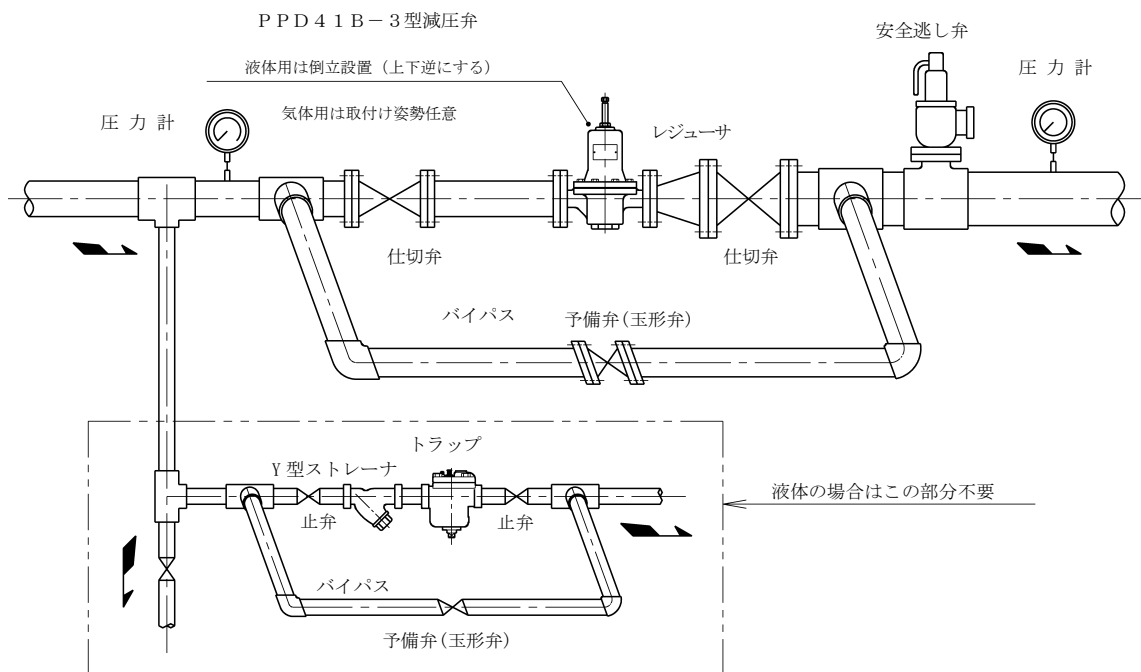

図2 配管例図
<ul style="list-style-type: none"><li>● 減圧弁は、最初の通気時の安全のために、未設定で納入します。 ご指定により設定して納入することもできますが、いずれの場合も最初の通気時は、慎重にゆっくりと実施してください。</li><li>● 減圧弁を取り付ける前に弁箱内に異物が入っていたり、輸送中に減圧弁が破損していないかお確かめください。防止処置は施してありますが念のためお調べください。</li><li>● 減圧弁を取り付ける前に配管内の清掃を充分行ってください。作動不良の大部分は配管内の鉄屑・塵埃によるものですから、これらの除去には特に御留意ください。</li><li>● 配管に際しては流体の流れ方向と弁箱に鋳出している矢印の方向を必ず一致させてください。</li><li>● 配管に際して本弁はストレーナを内蔵していますからストレーナの設置は不要ですが、図 2 の配管例図に示すように、安全逃し弁、予備弁(玉形弁)及び前後弁(仕切弁)を備え、更に圧力計を取り付けるよう</li></ul>
- 2.4 本弁はストレーナ(12)を内蔵していますから、Y型ストレーナは不要です。しかし、図2の配管例図に示すように、安全逃し弁、予備弁(玉形弁)及び前後弁(仕切弁)を備え、更に圧力計を取り付けるよう御計画ください。